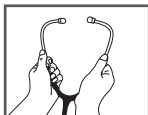

Fig. 1
2. Pentru a reduce tensiunea arcului, apucați fiecare tub pentru urechi de ramificații și trageți ușor spre exterior, astfel cum se arată în Fig 1.